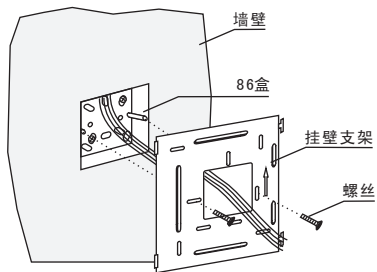

图 3
3. 留出线后，对准86盒的螺丝柱，用两个螺丝将挂墙支架固定在86盒上（见图3）。